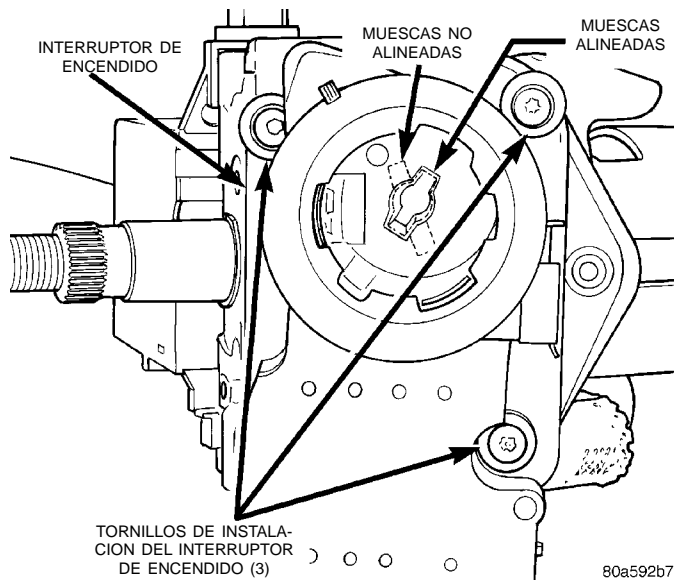

Fig. 45 Tornillos de instalación del interruptor
(1) Retire el cilindro de cerradura. Consulte los pasos anteriores.
(2) Retire 3 tornillos de instalación del interruptor de encendido (Fig. 45). Use una barrena tipo torx de seguridad (Snap-On® SDMTR10 o equivalente) para retirar los tornillos.
(1) Gire el indicador (Fig. 47) en la parte trasera del interruptor de encendido hasta que se encuentre en la posición RUN. Este paso es necesario para permitir que la cola de traba (Fig. 48) en el cilindro de llave encaje en las ranuras (Fig. 45) dentro del interruptor de encendido.